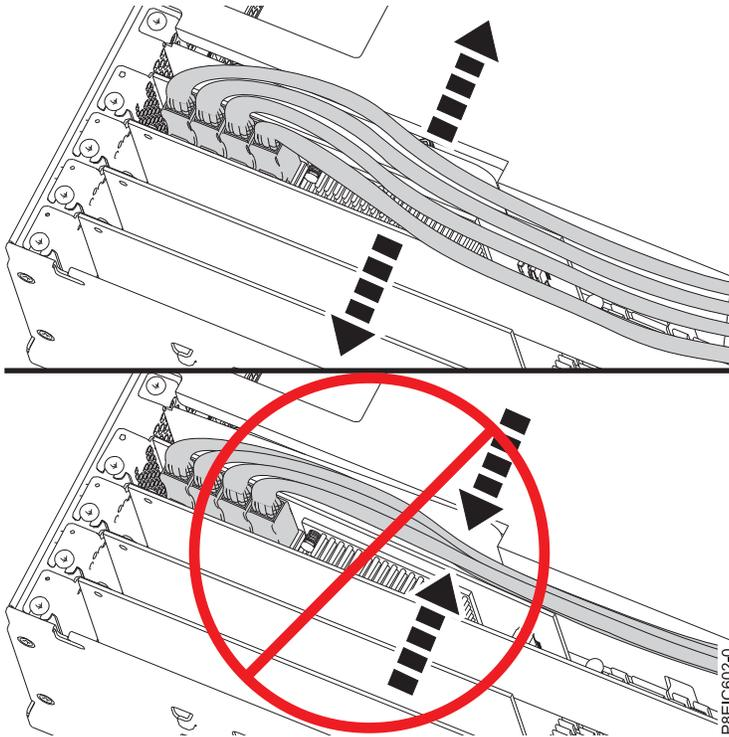

Figure 48. Routage des cordons d'interface de l'unité de disque
- Répartissez les cordons de manière à pouvoir fermer le capot d'accès sans les pincer. Voir figure 48.